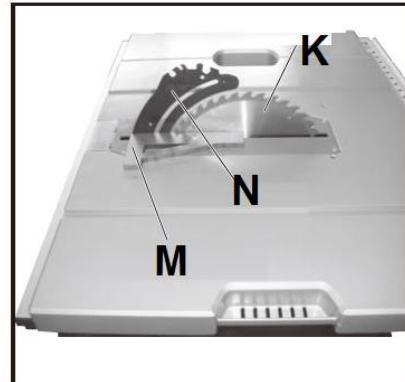
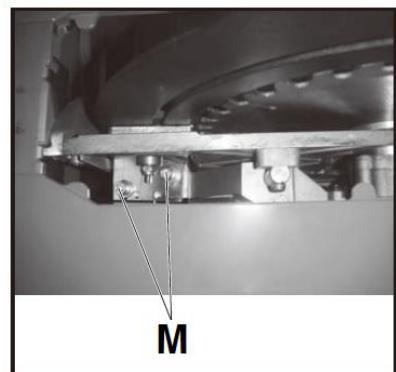

Рис. 22
Рис. 23
Проверка взаимного расположения расклинивающего ножа и пильного диска и их выравнивание (Рис. 22-Рис. 23)
- Снимите стопоры для предотвращения отскока заготовки и узел защитного ограждения пильного диска. Приложите угольник или поверочную линейку одновременно к пильному диску и расклинивающему ножу (К, Н, Рис. 22).
- Пильный диск и расклинивающий нож выровнены, когда угольник (М, Рис. 22) равномерно прилегает к диску и ножу без зазоров.
- Ослабьте винты, крепящие кронштейн (См. Рис. 23).
- После выравнивания надежно затяните винты (М, Рис. 23).